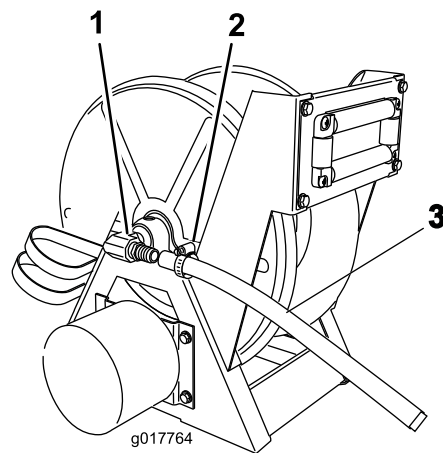

図 11
3. ホースの端部を、ホースリール・アセンブリのタンク側にある90度バーブに接続する（図 11）。